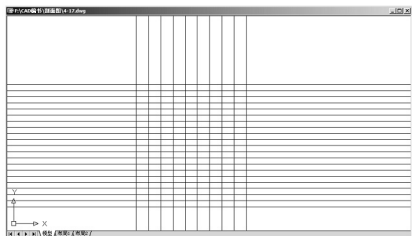

图 4.104 阵列生成水平构造线
(4) 启动【阵列】命令，阵列生成其他水平构造线，参数设定为 21 行、1 列、行偏移 165，结果如图 4.104 所示。